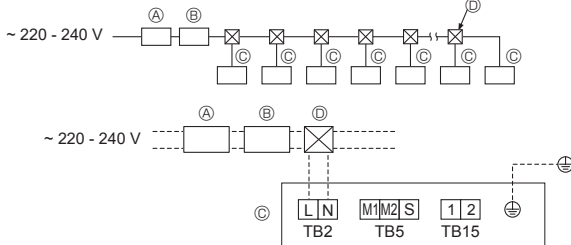

Fig. 5-7
5.2. Câblage de l'alimentation (Fig. 5-7)